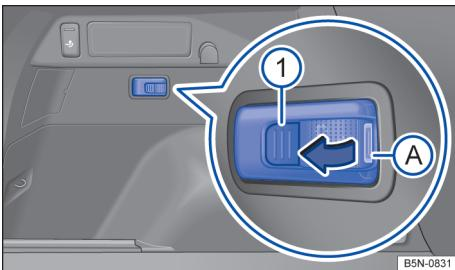

Fig. 192 No compartimento de bagagem, à esquerda: lanterna removível.
- Segurar a lanterna removível pela área → Fig. 192 A.
- Para ligar, pressionar o botão → Fig. 192 ①. A lanterna ilumina com intensidade luminosa total.
- Dependendo do modelo, pressionar novamente o botão ① para regular 50 % da intensidade luminosa.
- Pressionar novamente o botão ① para desligar a lanterna removível.
Desligar a lanterna removível e pressionar para dentro do suporte de fixação no sentido da seta → Fig. 192.
- Alavancar para fora a cobertura das baterias com um objeto estreito, abaixo da área → Fig. 192 A.